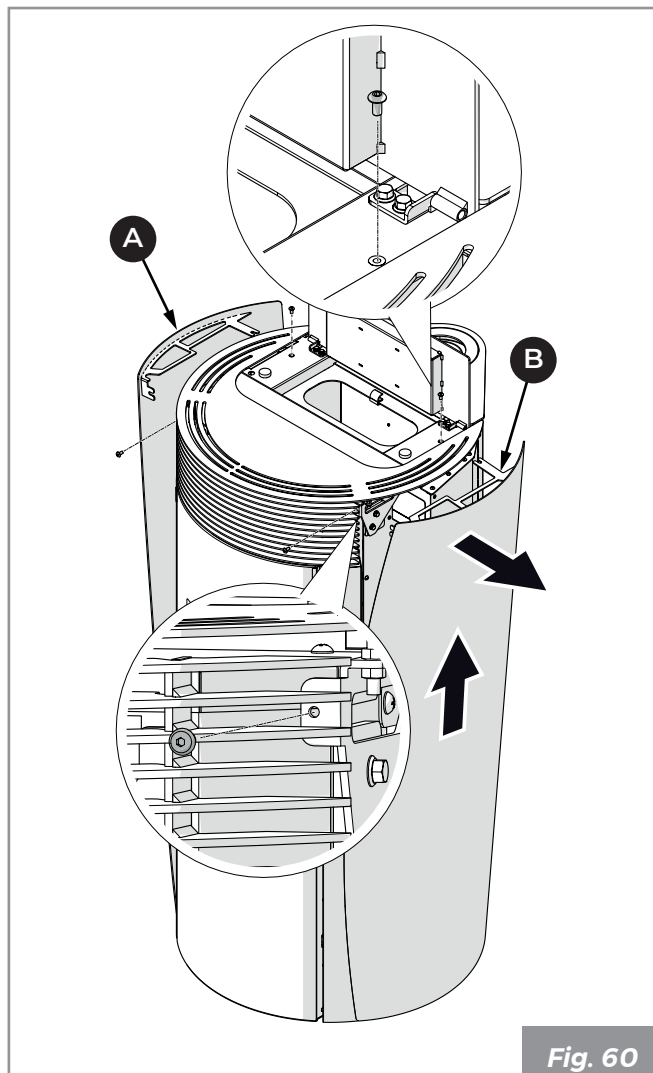

Fig. 60
- Démontez les panneaux latéraux (A) et (B) (Fig. 60).